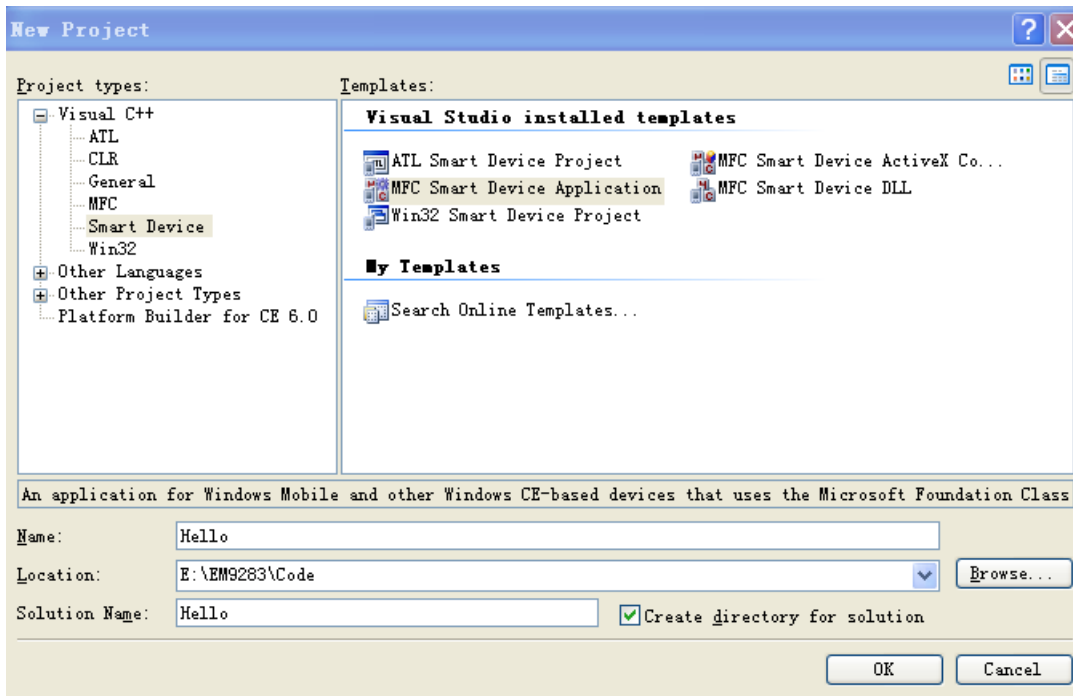

图 4-1 EM9283 正常启动以后的显示画面
1、系统上电启动后。EM9283 显示画面如图 4-1 所示。